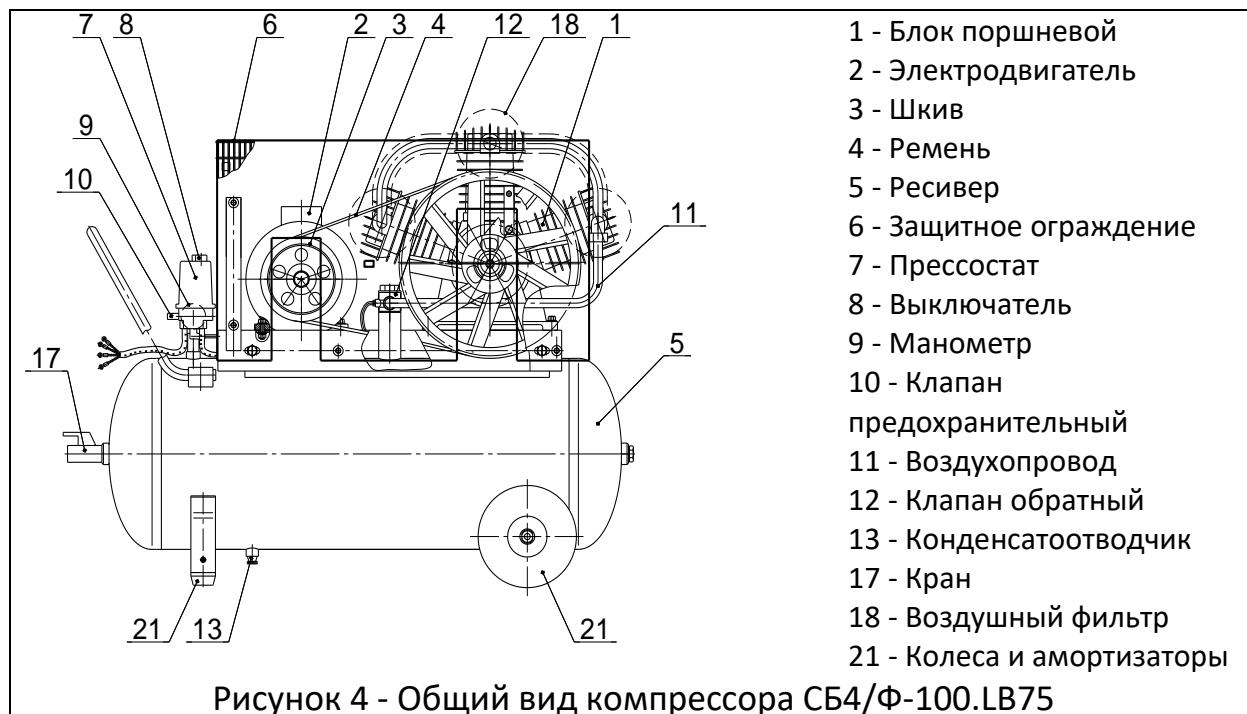

Рисунок 4 - Общий вид компрессора СБ4/Ф-100.ЛВ75
**ПРИ ЭЛЕКТРИЧЕСКОМ ПОДСОЕДИНЕНИИ КОМПРЕССОРОВ С ТРЕХФАЗНЫМ ЭЛЕКТРОДВИГАТЕЛЕМ ОСОБОЕ ЗНАЧЕНИЕ ИМЕЕТ ЧЕРЕДОВАНИЕ ФАЗ, ТАК КАК ЭТО ОПРЕДЕЛЯЕТ НАПРАВЛЕНИЕ ВРАЩЕНИЯ ВАЛА ЭЛЕКТРОДВИГАТЕЛЯ, КОТОРОЕ ДОЛЖНО СООТВЕТСТВОВАТЬ НАПРАВЛЕНИЮ, УКАЗАННОМУ НА ЛОПАСТИ ШКИВА-ВЕНТИЛЯТОРА ПОРШНЕВОГО БЛОКА (РИСУНОК 4) ИЛИ СТРЕЛКЕ, РАСПОЛОЖЕННОЙ НА КРЫШКЕ ВЕНТИЛЯТОРА ЭЛЕКТРОДВИГАТЕЛЯ.